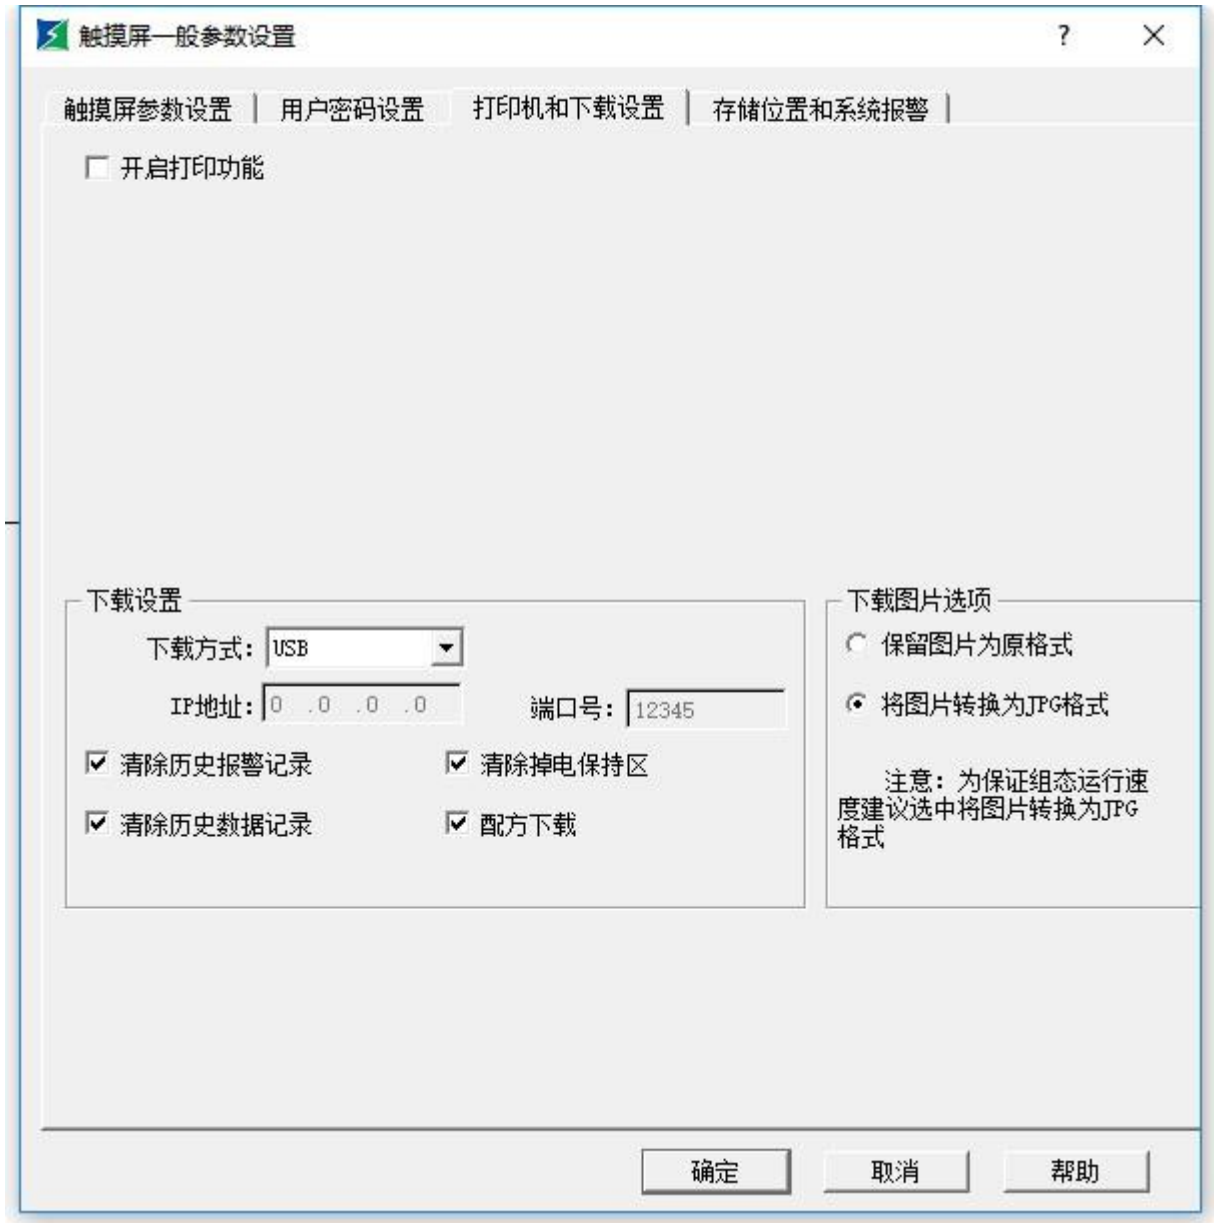

图 3-9 触摸屏连接打印机设置页面
3、触摸屏连接打印机设置，点击“触摸屏连接打印机设置”页面，如图 3-9 所示：